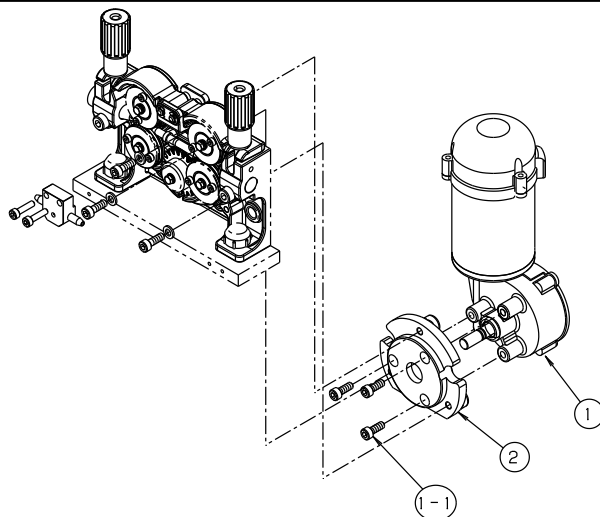

図 3. 送給モータ分解図
⑨ パーツリスト(つづき)
9. 3 送給モータ関係 (図 3)